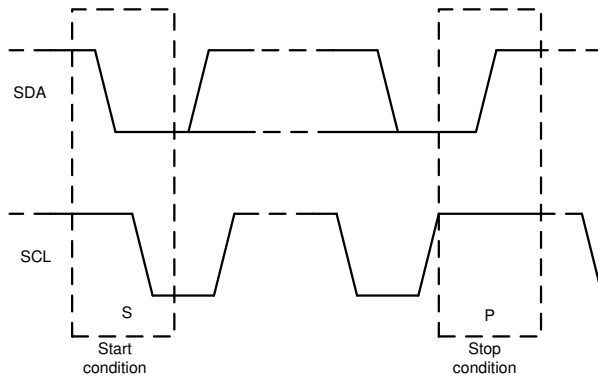

图 7-19. 启动和停止条件
1. 控制器通过产生启动条件来启动数据传输。启动条件是当 SCL 为高电平时在 SDA 线上发生从高到低的转换，如 图 7-19 所示。所有与 I²C 兼容的器件都会识别启动条件。
4. 为了用信号指示数据传输结束，控制器通过在 SCL 线处于高电平期间将 SDA 线从高电平拉低来产生停止条件，如图 7-19 所示。此操作将释放总线并停止与寻址的目标器件之间的通信链路。所有与 I²C 兼容的器件都会识别停止条件。在收到停止条件后，将释放总线，然后所有目标器件等待启动条件，接着是匹配的地址。